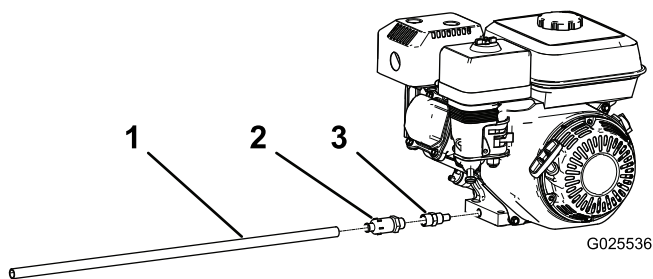

Figura 2
5. Instale el adaptador de vaciado de aceite en el orificio de vaciado de aceite (Figura 2).
6. Instale la válvula de vaciado de aceite en el adaptador de vaciado de aceite (Figura 2).